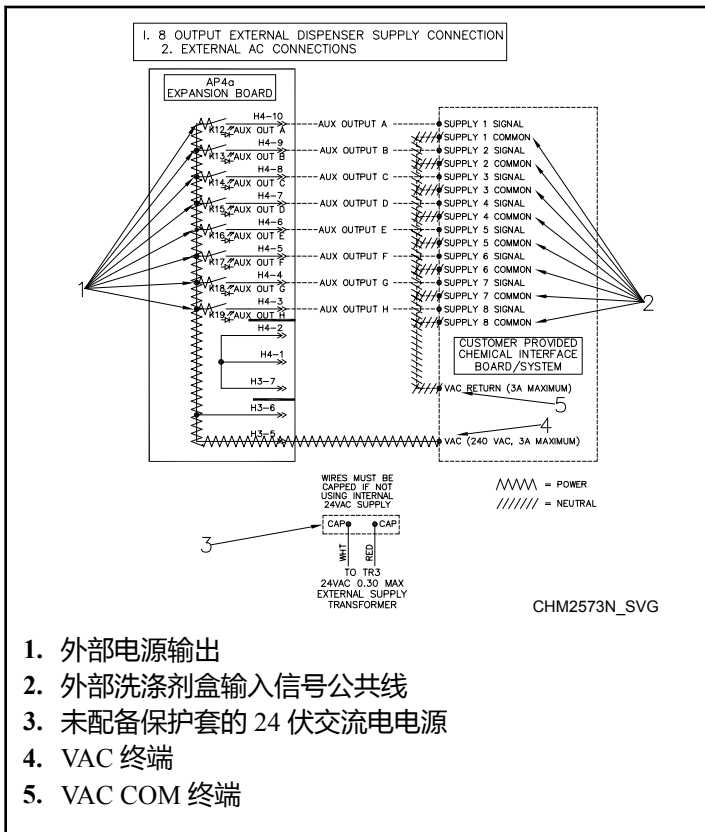
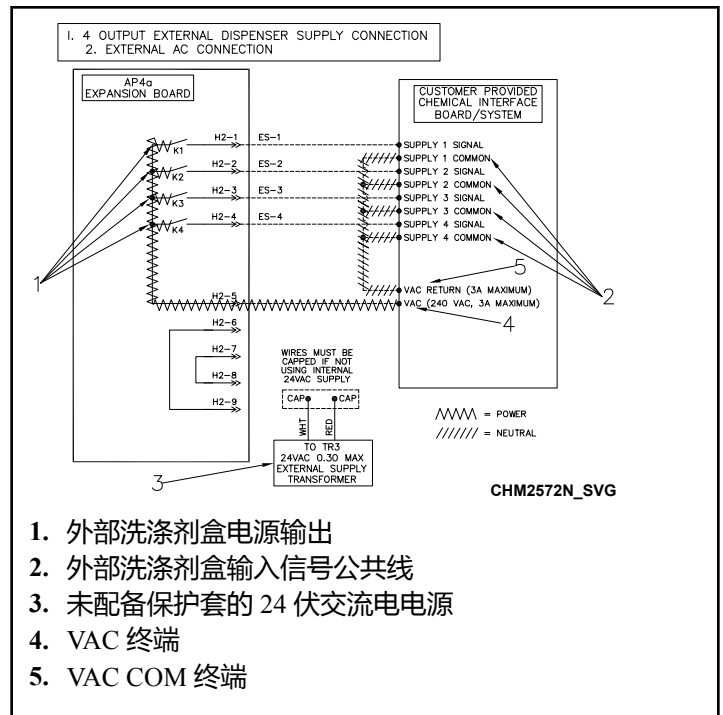

图 39
图 40
2. 将外部电源的一端接至“RELAY COM”（继电器组件），另一端接至外部洗涤剂盒输入信号公共线。参见图 39 和图 40。